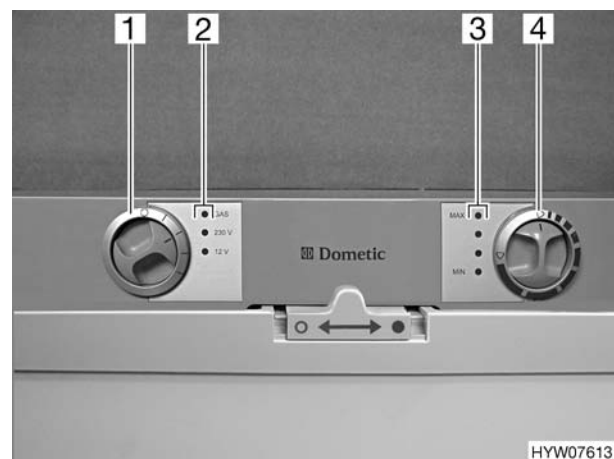

Fig. 165 Elementi di comando del frigorifero
Se l'alimentazione a 230 V non è allacciata e il motore del veicolo è spento, il sistema AES seleziona il rifornimento di gas. Selezionando il funzionamento a gas, il dispositivo di sicurezza si apre automaticamente, così che il gas possa fluire al bruciatore. Contemporaneamente si inserisce l'accenditore elettronico. Se la fiamma del gas si spegne, p. es. a causa di un colpo di vento, l'accenditore viene subito azionato riaccendendo il gas. In caso di guasto del funzionamento a gas, la luce spia "GAS" (Fig. 165,2) diventa rossa e lampeggia.
- Nelle aree di servizio è vietato l'uso di impianti a fiamma viva. Nel caso in cui la sosta duri più di 15 minuti, il frigorifero deve essere spento tramite il selettore di energia (Fig. 165,1).
Dopo l'accensione il frigorifero seleziona automaticamente la regolazione intermedia del termostato. Questa regolazione può essere modificata manualmente tramite il pomello girevole (Fig. 165,4). Le luci spia (Fig. 165,3) indicano la temperatura selezionata sul termostato. Con il pomello girevole viene regolata la temperatura di refrigerazione per tutti i tre tipi di funzionamento. Ci vogliono alcune ore prima che il frigorifero raggiunga la temperatura normale di esercizio. Cambiando la modalità di funzionamento la regolazione del termostato non viene modificata. La temperatura di raffreddamento è indipendente dal tipo di energia utilizzata.
- Con il selettore di energia (Fig. 165,1) selezionare il tipo di energia utilizzata. La luce spia relativa (Fig. 165,2) diventa verde.
- Regolare la temperatura di refrigerazione con il pomello girevole (Fig. 165,4). Le luci spia (Fig. 165,3) indicano la temperatura selezionata sul termostato.
- Girare il selettore di energia (Fig. 165,1) su "O". Tutte le luci spia (Fig. 165,2) sono spente.